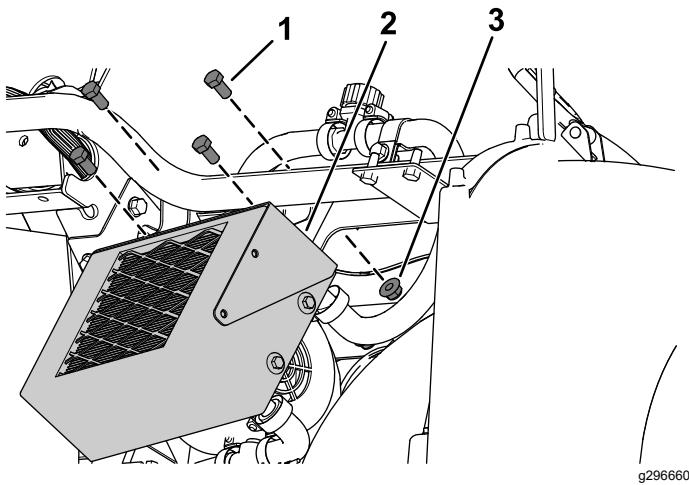

Figure 28
E. Fixez le chauffage sur son support à l'aide de 4 boulons à tête hexagonale (3/8" x 3/4") et de 4 écrous à embase (3/8"), comme montré à la Figure 28.